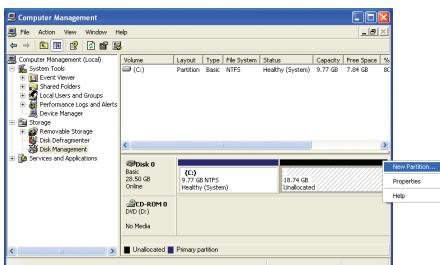

図 6
5. オペレーティングシステムをインストールする前にハードドライブのパーティションが適切に分割されていない場合、ハードドライブの空きスペースを使用して新しいパーティションを作成することができます(図 6、7)。ただし、**ディスクの管理**で、ハードドライブに未割り当てスペースのないシステムパーティションしか含まれていないことが表示された場合、新しいパーティションを作成したり、Xpress Recovery2を使用することはできません。この場合、オペレーティングシステムを再インストールし、ハードドライブのパーティションを再び作成してください。